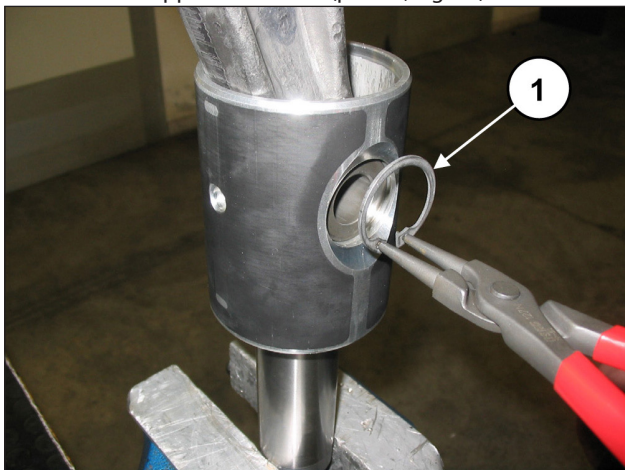

Fig. 34
Rimuovere i due anelli seeger di bloccaggio spinotto utilizzando un apposito attrezzo (pos. ①, Fig. 34).
Inserire la biella nel guida pistone (pos. ①, Fig. 36) e successivamente inserire lo spinotto (pos. ①, Fig. 35). Applicare i due seeger di sbalamento con l'apposito attrezzo (pos. ①, Fig. 34).